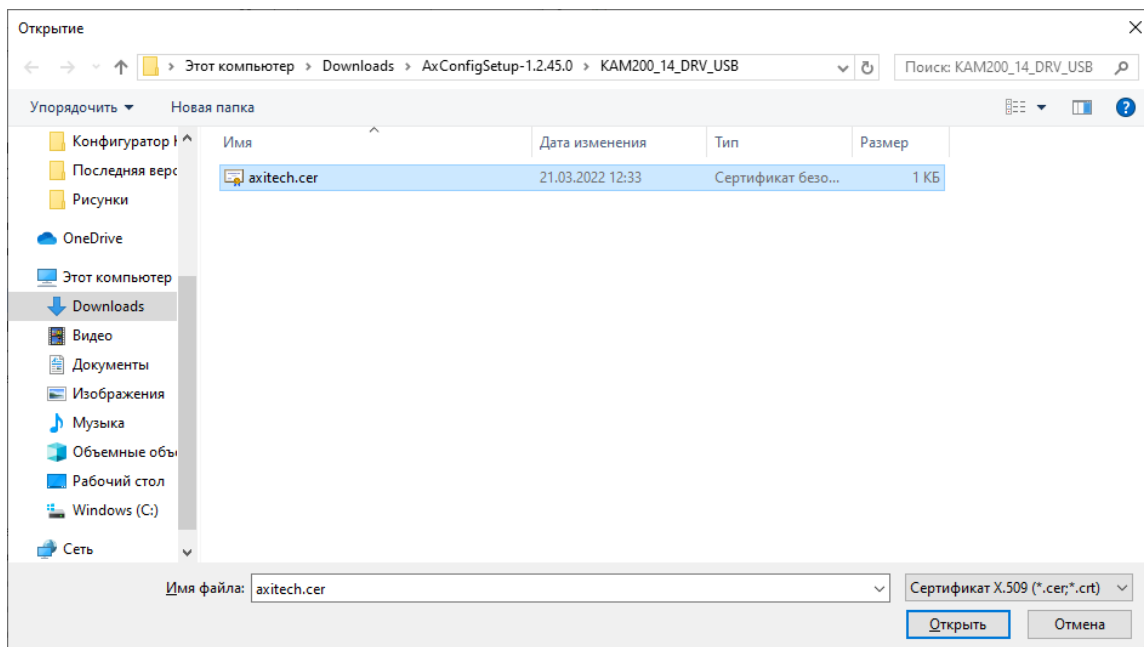

Рисунок 20 – Окно выбора файла сертификата
9. Откройте файл axitech.cer (см. рисунок 20).